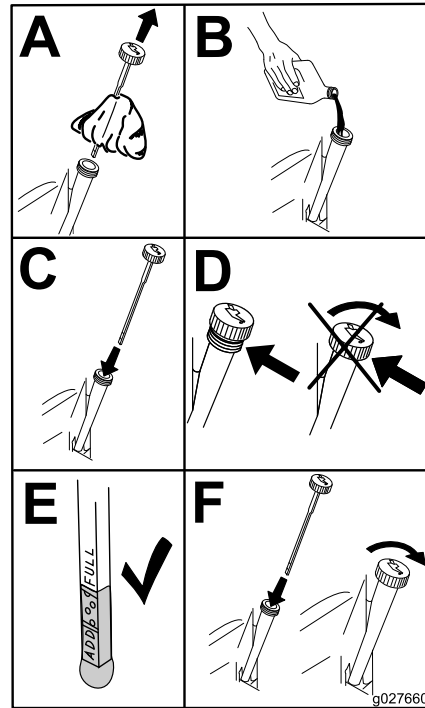

Bild 41
4. Gießen Sie langsam ungefähr 80 % der angegebenen Ölsorte in den Einfüllstutzen und füllen Sie dann vorsichtig mehr Öl ein, um den Ölstand an die Voll-Markierung zu bringen (Bild 41).